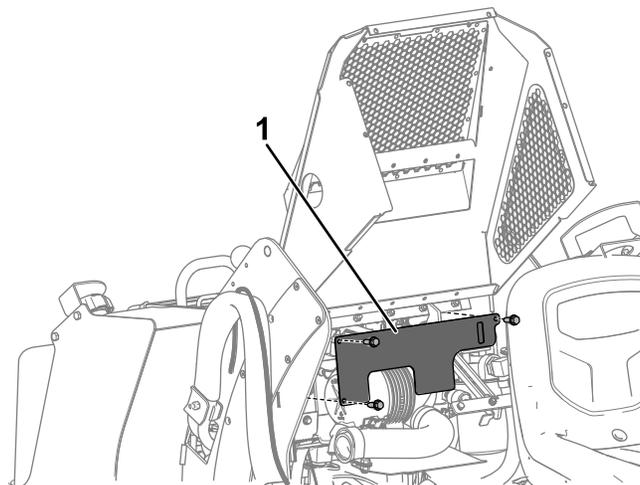

Figura 1
7. Rimuovete la piastra di copertura rimuovendo i 3 bulloni che la fissano in sede (Figura 1).